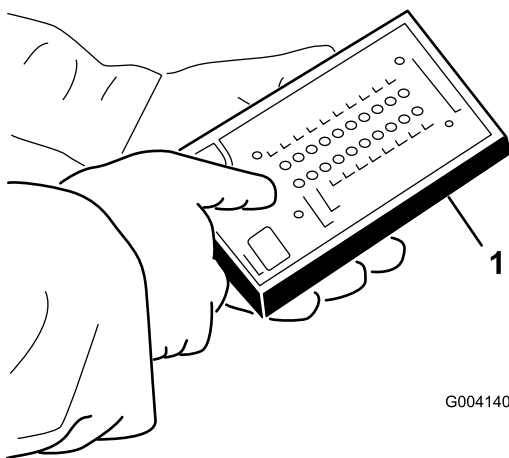

図 44
5. ハーネスのコネクタ（図 44）に ACE テスターを接続する。